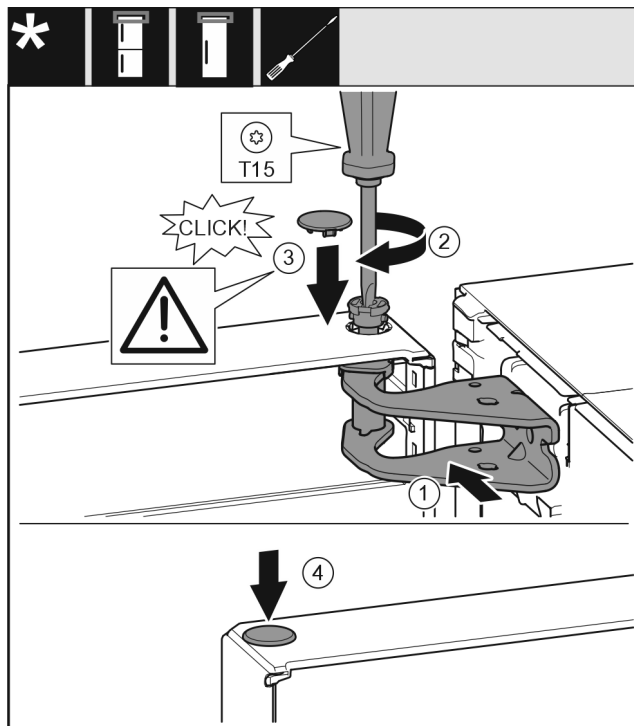

Fig. 23
- ▶ Vrata zgoraj naravnajte k odprtini v ležajnem podstavku. Fig. 23 (1)
- ▶ Vstavite sornik Fig. 23 (2) in ga zategnite z izvijačem.
- ▶ Montirajte varovalni pokrov Fig. 23 (3) za varovanje vrat: Vstavite varovalni pokrov in preverite, če se nalega na vrata. Sicer popolnoma vstavite sornike.
- ▶ Vstavite čep Fig. 23 (4).